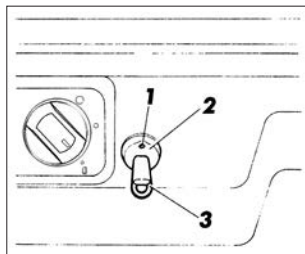

Рис. 21. Панель приборов (фрагмент)
1. После открытия какой-либо двери или кратковременного включения зажигания (если выключатель в двери неисправен) иммобилизатор на 30 секунд переходит в режим «готовность к считыванию кода» – световой индикатор **1** (рис. 21) датчика-сигнализатора **2** мигает с удвоенной частотой.